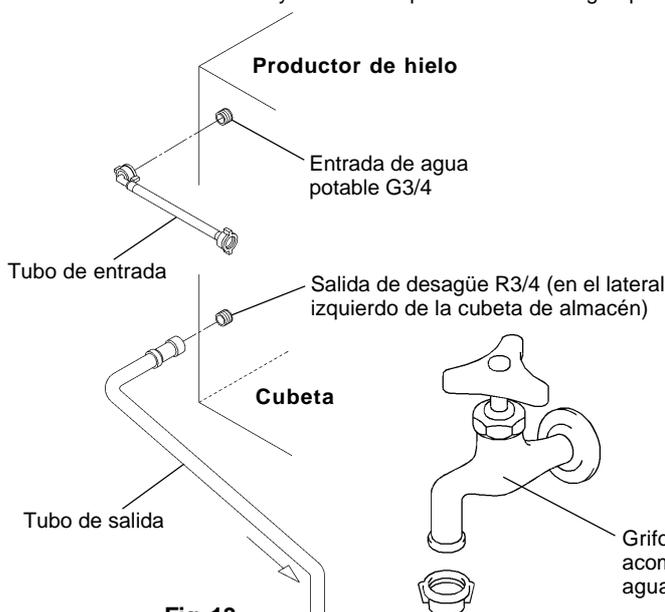

Fig. 13
- 1) Instalar un extremo en codo de tubería de entrada flexible blanca (accesorio) en el accesorio G3/4 de la parte trasera del productor de hielo, como se indica en la fig. 13, y asegurarse de que la arandela de junta de goma esté correctamente colocada. Apretar con la mano lo suficiente para para obtener una unión estanca.